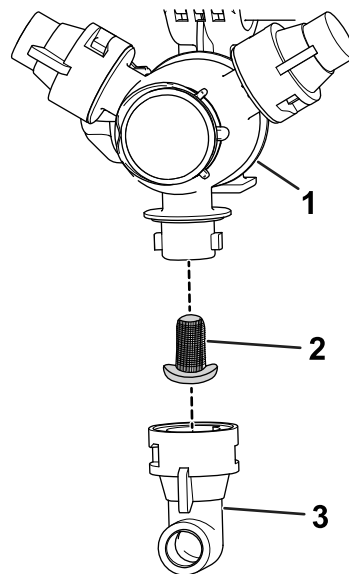

Figura 104
2. Retire o bico da cabeça de pulverização (Figura 104).
3. Retire o filtro do bico antigo (Figura 104).
4. Instale o novo filtro do bico (Figura 104).
5. Instale o bico na cabeça de pulverização (Figura 104).